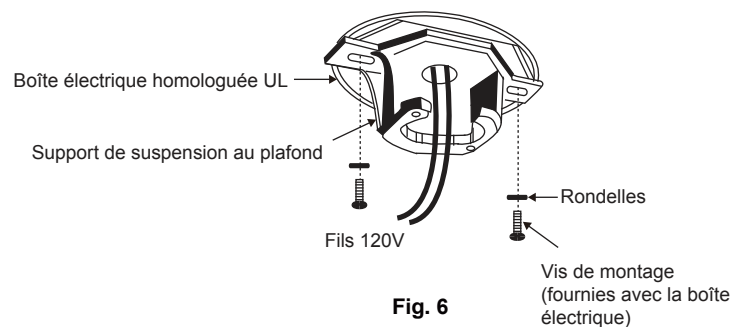

Fig. 6
**Étape 3.** Faites passer les fils d'alimentation de 120 V de la boîte à prises du plafond par le centre du support de montage au plafond (Fig. 6).
**Étape 4.** Fixez le support de montage au plafond à la boîte à prises en utilisant les vis et les rondelles fournies avec la boîte à prises (Fig.6).